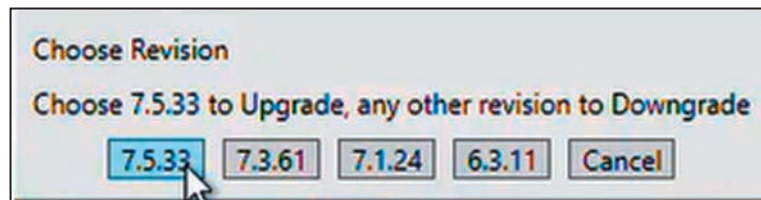

Figura 27. La ventana de diálogo Choose Revision (Elegir Revisión) para seleccionar la versión del firmware.
**PASO 7.** Cuando aparezca la ventana de diálogo de Choose Revision (Seleccionar Revisión), seleccione la versión de firmware a la que desea actualizar el control. Ver Figura 27.